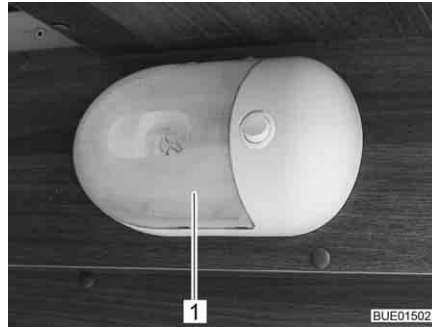

Bild 219 Lastlampa
- Tryck försiktigt samman den transparenta kåpan (Bild 219,1) på båda sidor, dra lätt bort den från brytaren och ta bort den framifrån.